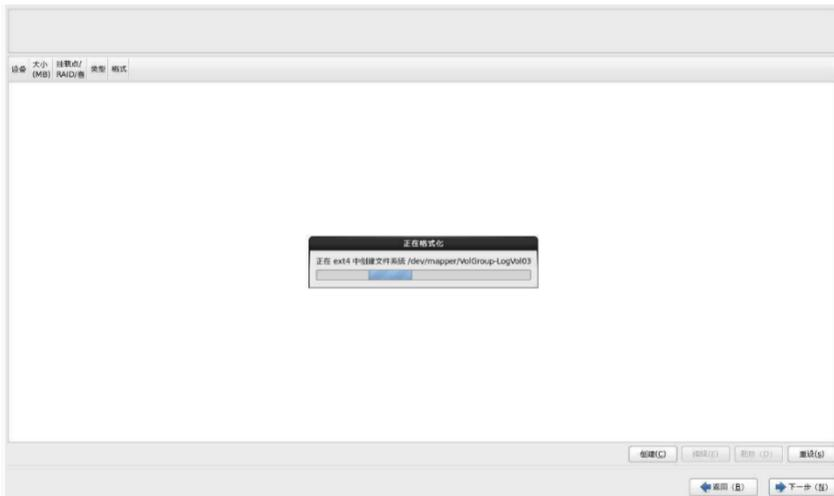

图 6-37
- r. 单击将修改写入磁盘后, 系统将进行磁盘分区等的格式化动作, 请耐心等待格式化完成, 格式化时间长短与磁盘大小及分区大小有关。如图 6-37 所示